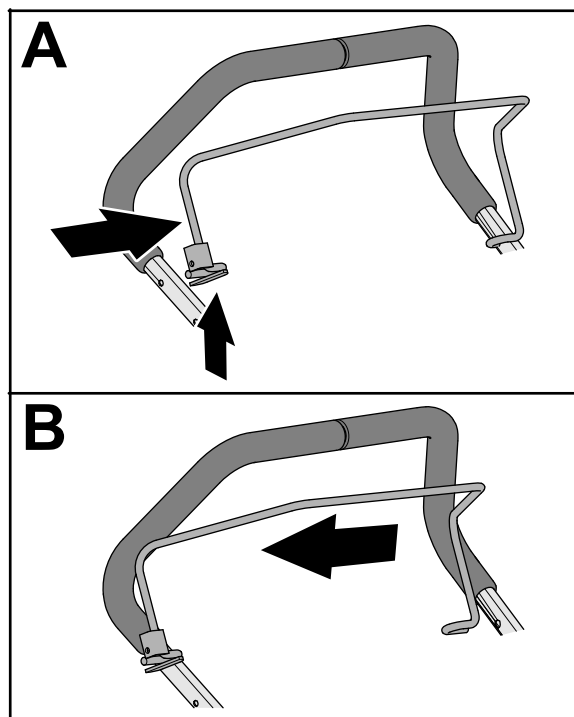

Figura 9
1. Aperte a perna do manípulo de presença do operador até o poder retirar da pega superior, e retire o manípulo da máquina (Figura 9).